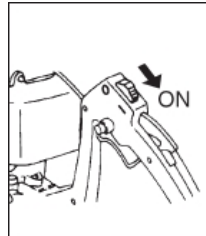

FIG. 3
- (1) Palanca del acelerador
- (2) Botón de bloqueo
3. Deslice el interruptor de encendido hacia el lado del motor para colocarlo en la posición ON. (Fig. 3)